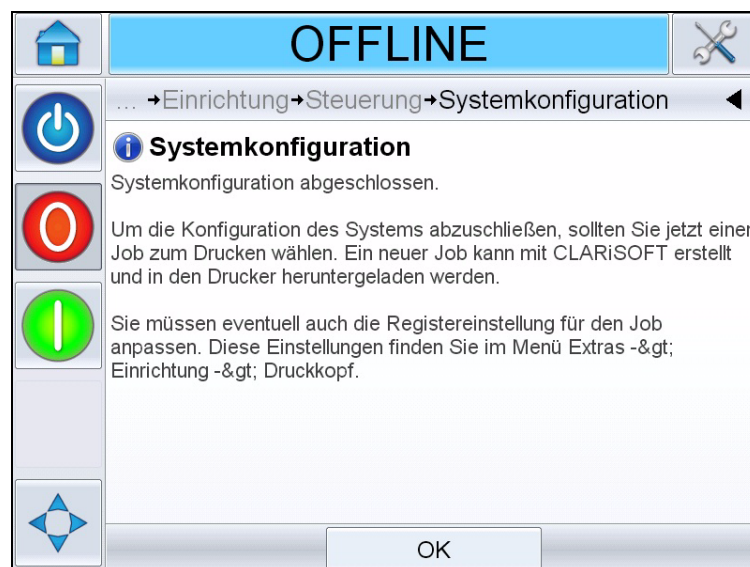

Abbildung 5-15: Systemkonfiguration abgeschlossen
- 6 Berühren Sie *Weiter*, um *Systemkonfiguration* abzuschließen (siehe Abbildung 5-15).